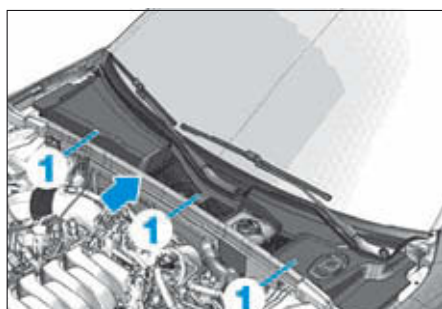

FIG. 53
- Déposer le joint (flèche) du compartiment d'auvent (Fig.53).
- Dégraffer et retirer la grille d'auvent en (1).